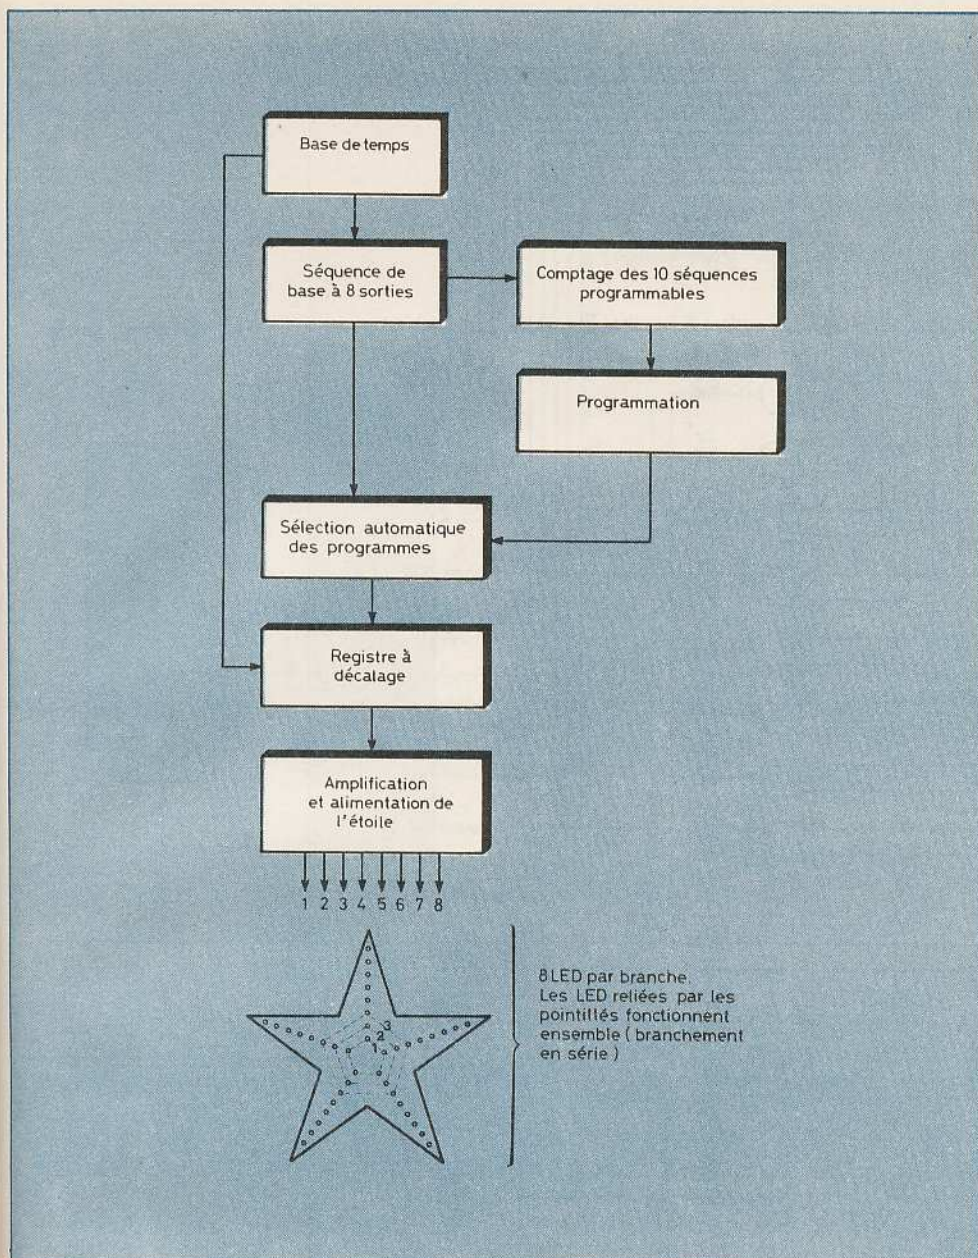

Fig. 1. — Synoptique complet de l'étoile lumineuse pourvue de cinq branches comportant chacune huit LED rouges.
Il s'agit d'une étoile à cinq branches dont chacune comporte huit LED rouges de diamètre 3 mm. L'étoile comprend ainsi 40 LED « commandables » séparément par groupe de cinq, ce qui porte le dispositif à huit entrées séparées. Il est donc possible d'allumer par exemple les « n^{ième} » LED de chaque branche et de manière simultanée (voir la figure 1 qui schématise le branchement de ces LED).
b) Le principe (fig. 1)